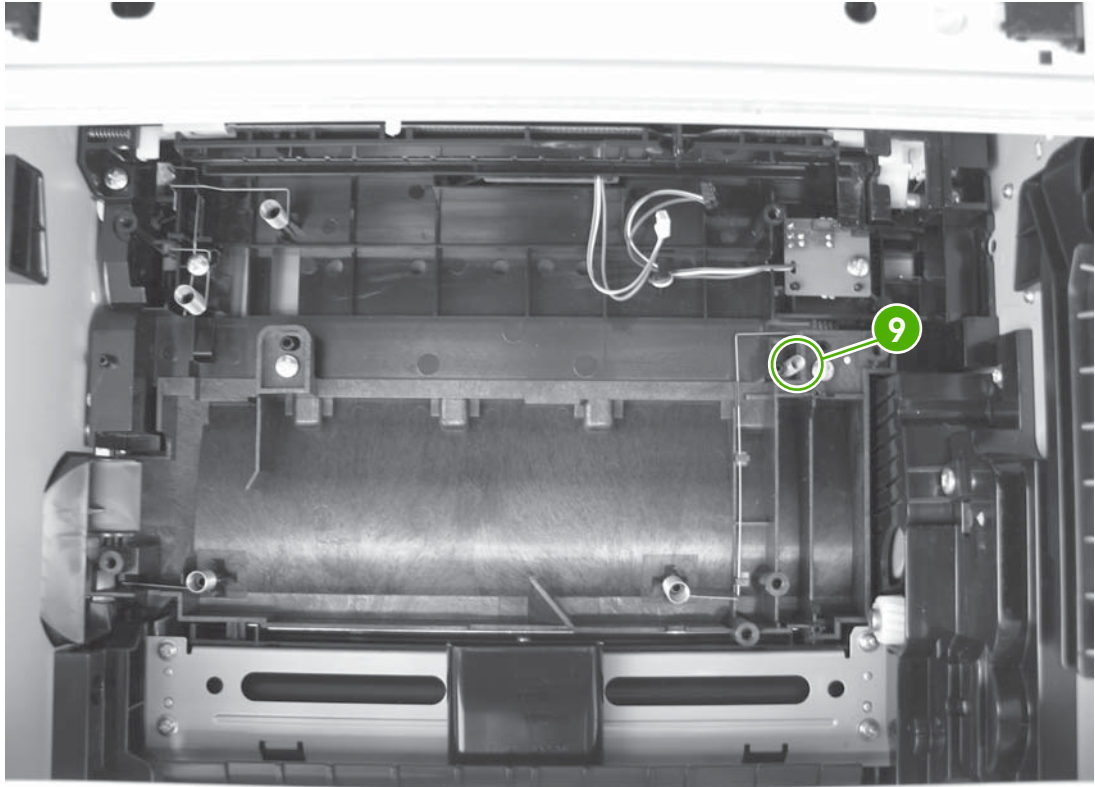

Abbildung 1-36 Positionen der Erdungsfeder
2. Nehmen Sie eine nicht fixierte Erdungsfeder (siehe 11 in Abbildung 1-36, „Positionen der Erdungsfeder“, auf Seite 41) aus dem Gerät heraus.
3. Lösen Sie das Erdungskabel aus den Führungen (1).